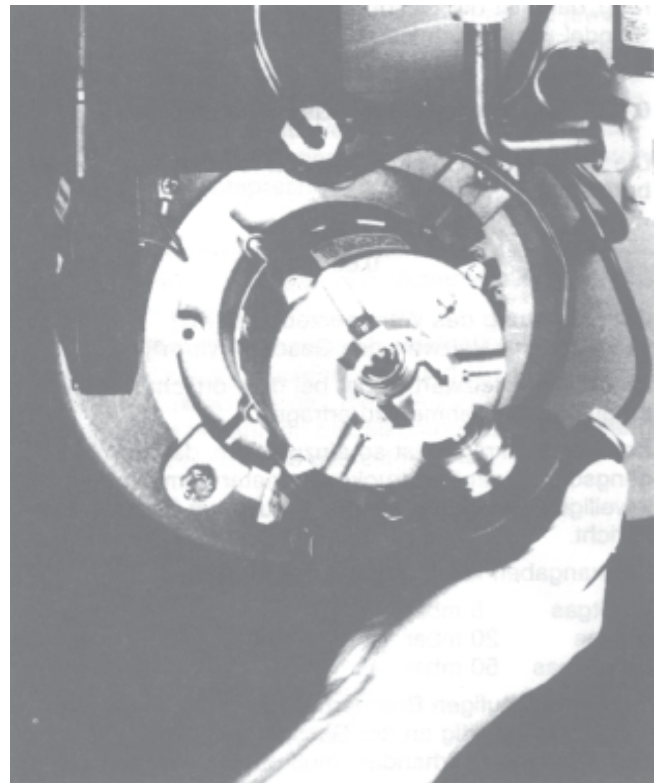

Fig. 15
6.5.2 Luftmangelschalter (Fig. 15)